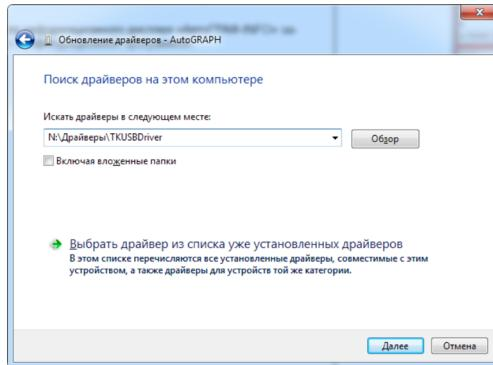

Рис.31. Путь к папке с драйверами.
- Выполните установку драйвера вручную из указанного места. Укажите путь к папке с распакованными драйверами и выполните установку (Рис.31).